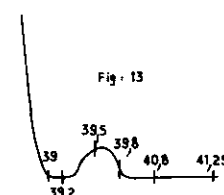

Fig. 13
- Visser 230 pour avoir un minimum à 39,9. (fig. 13)
- Visser 243 pour avoir un minimum à 41,25 MHz. (fig. 13)